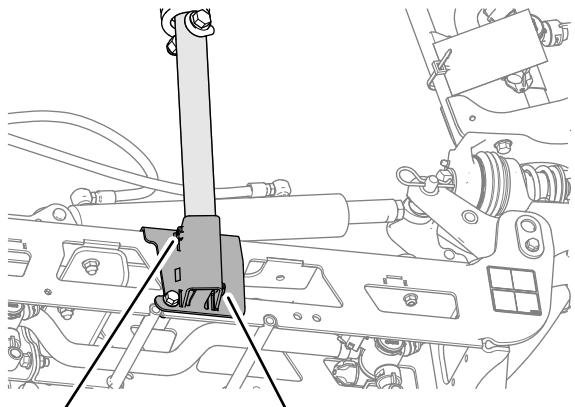

Bild 104
3. Lösen Sie die beiden Stellschrauben, mit denen das untere Gabelrohr befestigt ist (Bild 104).